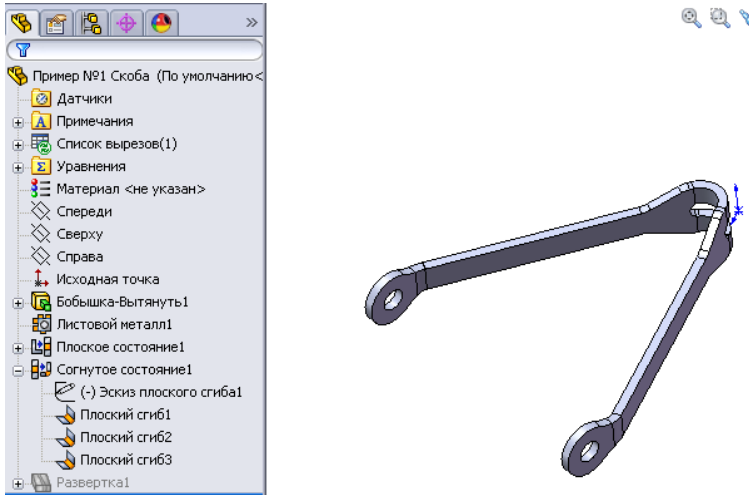

Рисунок 9.31 - Деталь Скоба в остаточном вигляді
12. Настроювання **«Плоского сгиба3»** у точності збігаються з настроюваннями **«Плоского сгиба2»**. У результаті одержимо деталь Скоба в остаточному вигляді (рис. 9.31).